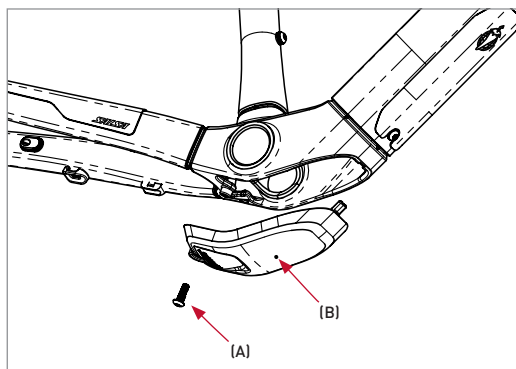

Figure 11
5. À l'aide d'une clé Torx T25, retirez la vis (A) du couvercle du boîtier (B). Retirez le couvercle du boîtier (figure 11).